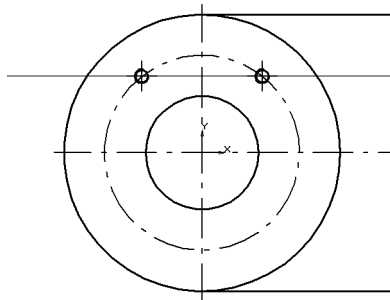

Рис. 51.93.
- 1.1. На главном виде детали постройте вспомогательную горизонтальную прямую, как это показано на (рис. 51.93).